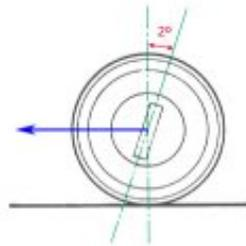

Fig. 5.
- **Avance:** Se considera la vertical del eje en sentido longitudinal y la prolongación del pivote. Suele ser de  $2^\circ$  (Fig. 5).